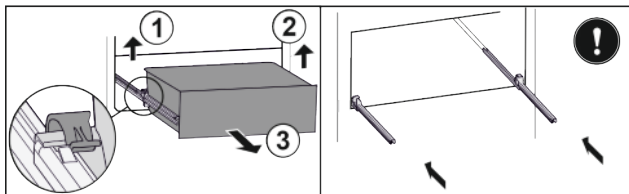

Fig. 36*
- ▶ Schubfach links entkoppeln Fig. 36 (1).*
- ▶ Rechts entkoppeln Fig. 36 (2).*
- ▶ Nach vorne entnehmen Fig. 36 (3).*